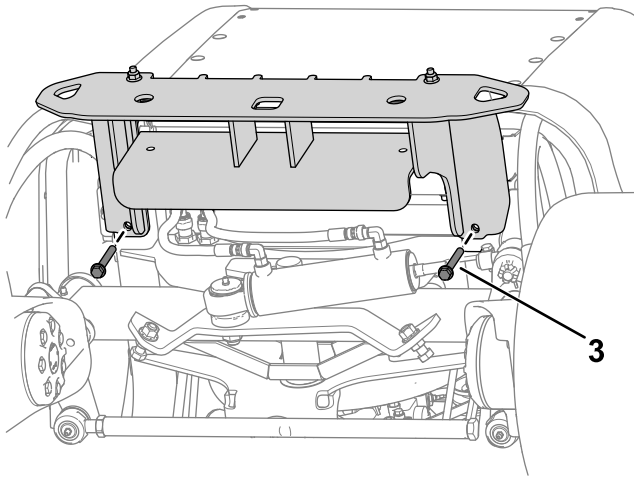

Figura 14
2. Sujete provisionalmente el área superior del parachoques en el bastidor de la máquina usando 4 pernos ($\frac{3}{8}$ " x $3\frac{1}{4}$ ") y 4 tuercas ($\frac{3}{8}$ "), tal y como se muestra en la Figura 14.
3. Sujete provisionalmente el parachoques bajo el bastidor de la máquina usando 2 pernos ($\frac{3}{8}$ " x $2\frac{3}{4}$ ") y 2 tuercas ($\frac{3}{8}$ "), tal y como se muestra en la Figura 14.